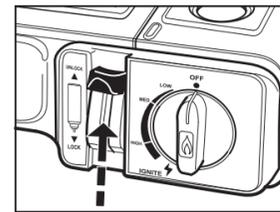

Fig 10
- Поднимите рычаг фиксации газового баллона в положение UNLOCK («Освобожден») для отсоединения баллона от регулятора (смотрите рис.10).